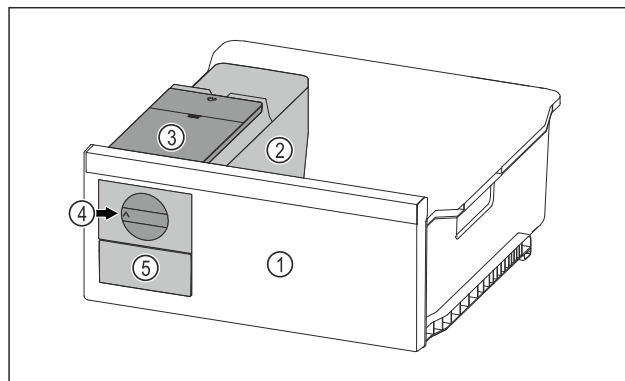

Fig. 122 Ілюстративне зображення
- ▶ Поворотну ручку Fig. 122 (4) повернути за годинниковою стрілкою до упору.
- ▶ Кубики льоду випадають із ванночки для кубиків льоду у висувний ящик для кубиків льоду Fig. 122 (5). Якщо не всі кубики льоду виймаються з ванночки для кубиків льоду: